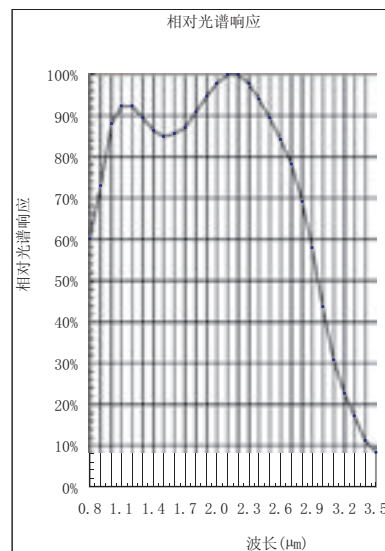

图2
- ◆ DInGaAs1650型内装国产大面积InGaAs探测元件（光谱响应度曲线参考图2）
- ◆ DPbS3200内装国产硫化铅探测器(光谱响应度曲线参考图2)